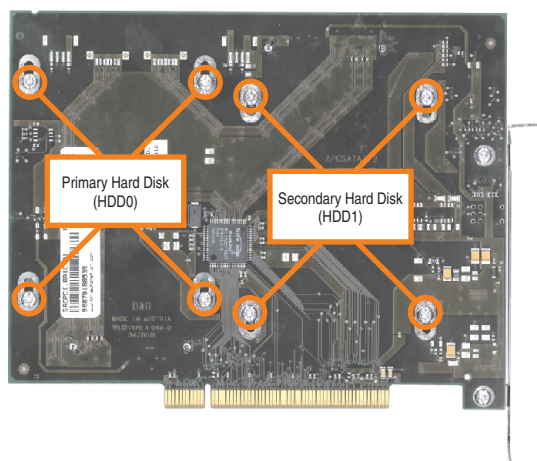

Abbildung 386: Rückseite des SATA RAID Controllers Schraubenzuordnung
- Lösen der richtigen 4 Befestigungsschrauben (M3x5) - siehe Abbildung 386 "Rückseite des SATA RAID Controllers Schraubenzuordnung", auf Seite 696.